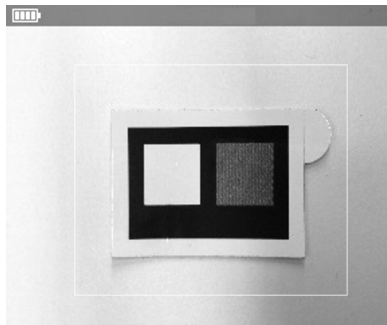

Figure 12 – Utilisation des pastilles ε-marker
3. Amenez la manette à droite pour sélectionner « ε-Assist », puis appuyez sur OK. L'écran passera à l'image réelle. Un cadre blanc apparaîtra sur l'image réelle. Placez ce cadre autour de la pastille ε-marker comme indique à la Figure 12. La caméra thermique doit être tenue à une distance de 20" à 28" (50 à 70 cm) de la pastille ε-marker, et à un angle de 10 à 30 degrés.